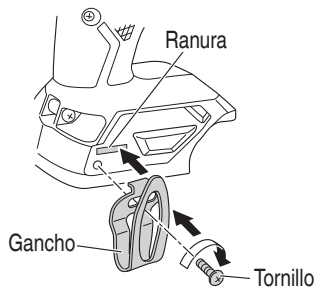

Fig. 11
- (1) Colocación del gancho y ajuste de los tornillos. Instale el gancho en la ranura de la herramienta de alimentación eléctrica de forma segura y apriete los tornillos de manera que el gancho quede firmemente sujeto. (Fig. 11)